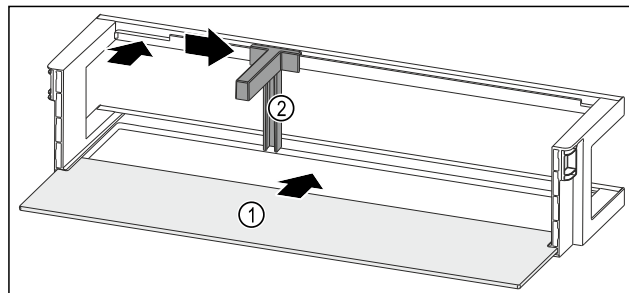

Fig. 152 Дверная полка со съемной полкой
- ▶ Вдвиньте съемную полку Fig. 152 (1) в боковые пазы.
- ▶ Установите держатель для бутылок Fig. 152 (2) в выемку.
- ▶ Сместите держатель для бутылок Fig. 152 (2) в нужное положение в сторону.